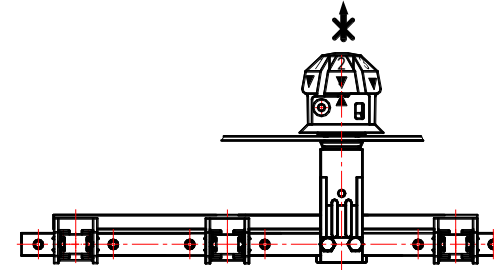
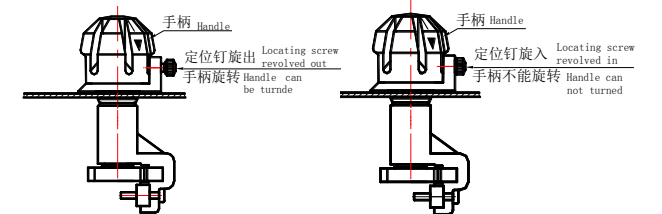

图 1.1 Drawing 1.1
图 1.2 Drawing 1.2
4.1 切勿将手轮拉起! (见图 1.1)
改变开关档位时, 将定位钉旋出到行程的终端, 只需旋转手轮(但不要将手轮拉起)到所需的档位后, 微调, 检查并确定手轮上与定位座上的两个箭头相互对准(见图 1.1)。将定位钉旋入手轮槽口中, 使手轮无法转动。(见图 1.2)